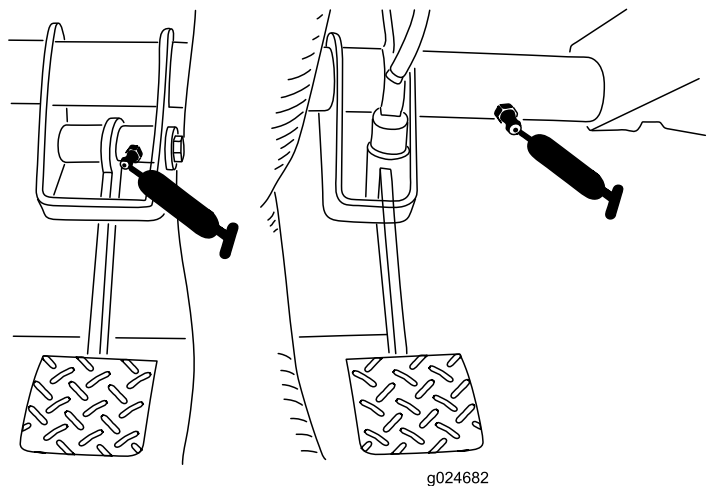

Figura 41
- Embraiagem (1) e travões (1) (Figura 41)